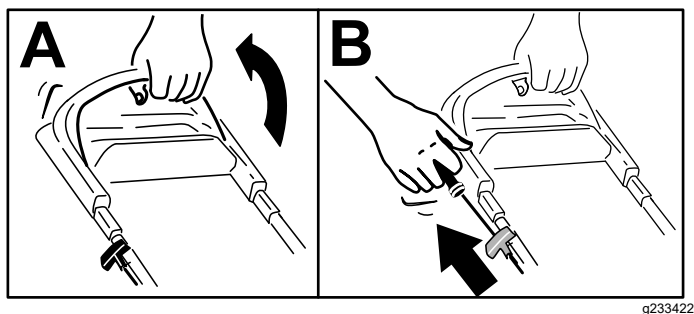

Figure 13
1. Maintenez la barre de commande de la lame contre le guidon (A de Figure 13).
2. Tirez légèrement la poignée du lanceur jusqu'à ce que vous sentiez une résistance, puis tirez vigoureusement et laissez le lanceur se rétracter lentement jusqu'au guide-câble sur le guidon (B de Figure 13)